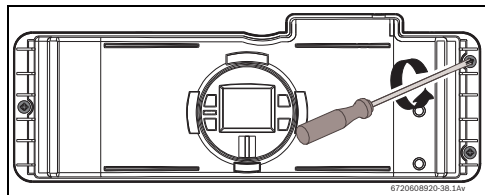
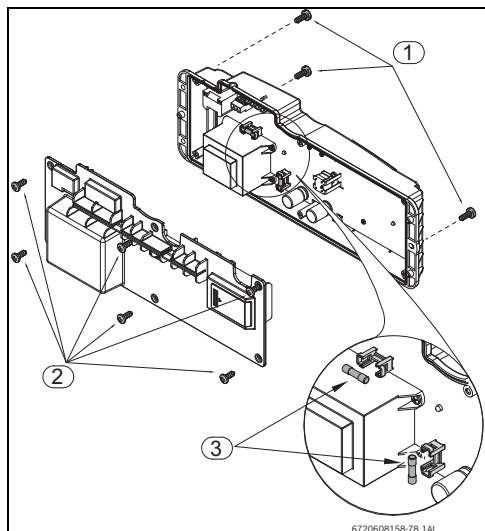

Fig. 34
Fig. 35 Ubicación de los fusibles
- Aflojar tres tornillos en la parte delantera de la caja electrónica (Fig. 34 y Fig. 35 , pos.1).
- Jalar la caja electrónica para acceder a los seis tornillos situados en la parte posterior y retirarlos (Fig. 35 , pos. 2).
- Después de verificar los fusibles (Fig. 35 , pos.3) proceder al montaje de todas las piezas en el orden inverso.